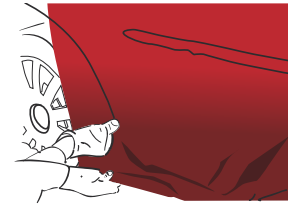

Abbildung 09
- › Erhebung mit dem Finger oder mit einer mit Wollfilz überzogenen Kunststoffraket andrücken. (Abb. 09)